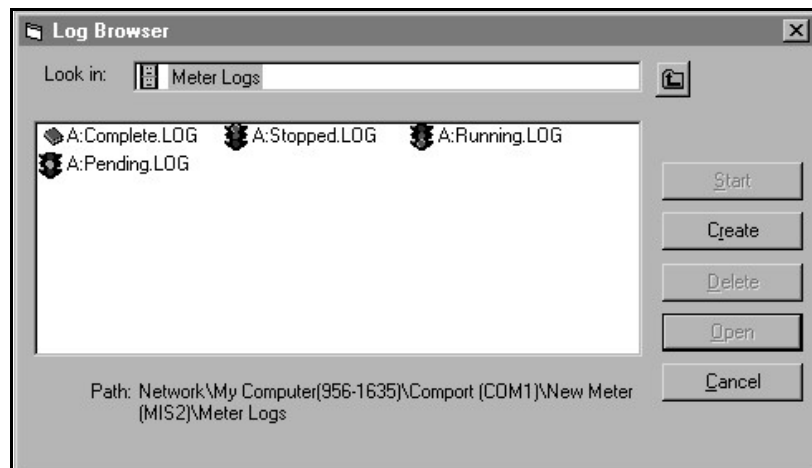

Figure 25: fenêtre Log Browser (Navigateur de journaux)
3. Cliquez deux fois sur *PC Logs* (Journaux sur PC) pour accéder aux journaux sur PC enregistrés, ou sur le nom du *port de communication* et sur celui du *débitmètre* pour accéder aux journaux de débitmètre enregistrés. Dans un cas comme dans l'autre, la fenêtre *Log Browser* illustrée *Figure 25* apparaît.